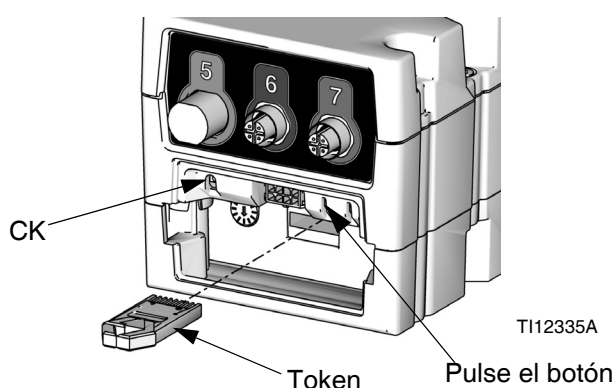

FIG. 51: Inserte el token
4. Mantenga pulsado el botón mostrado en FIG. 51 durante ~1 segundo y suéltelo. La luz indicadora roja (CK) parpadeará hasta que esté completamente cargado el nuevo software.